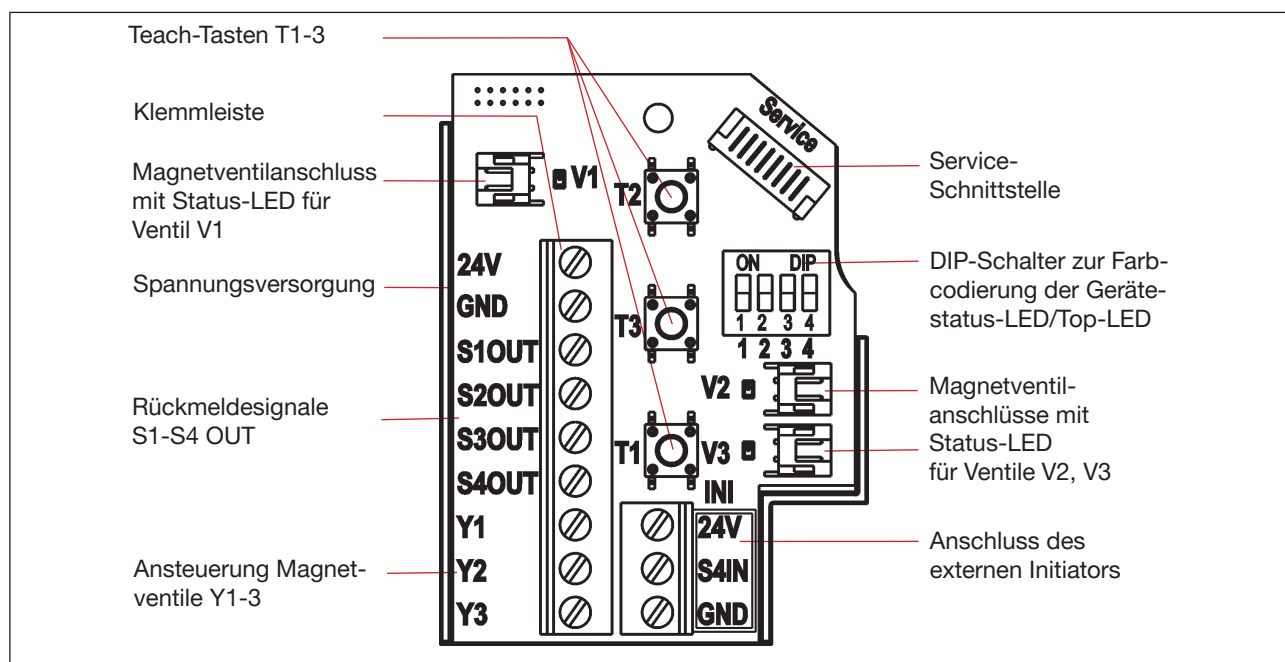

Bild 15: 24 V DC-Elektronikmodul
- Adern entsprechend der in „Bild 15“ beschriebenen Anschlussbelegungen an den Anschlussklemmen fixieren.